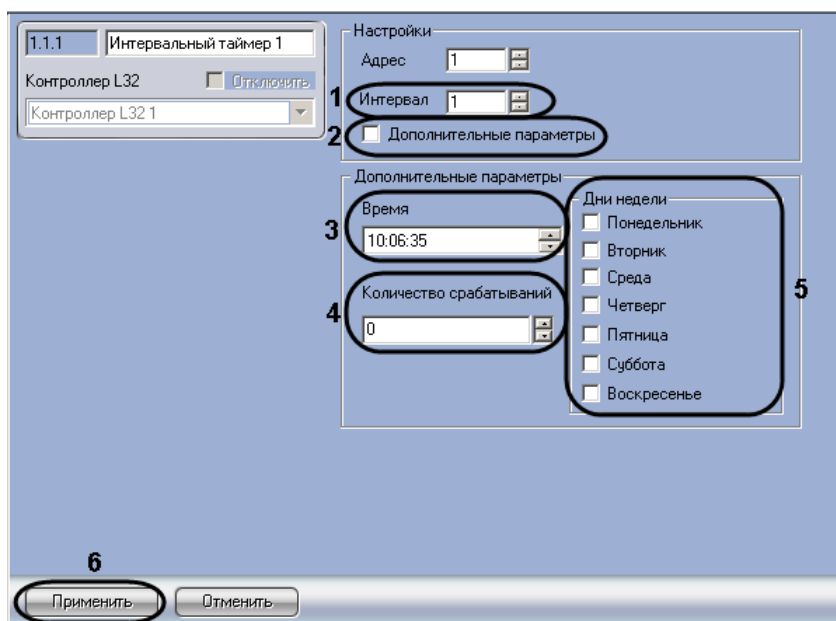

Рис. 3.3—20 Настройка интервального таймера
1. В поле **Интервал** ввести с помощью кнопок **вверх-вниз** период срабатывания таймера в секундах (см. Рис. 3.3—20, **1**).